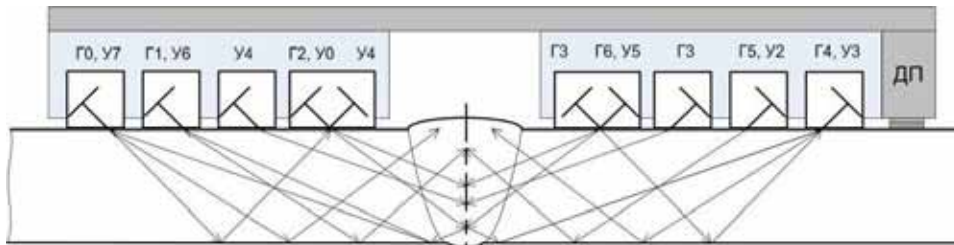

Рисунок 10 - Схемы контроля стыковых соединений толщиной  $H = 10 \dots 15$  мм.
3.2.2.4.1 Обнаружение дефектов и определения их характера (объёмный, объёмно-плоскостной, плоскостной) осуществляется эхо-, эхо-зеркальным и зеркально-теневым методами по совмещённой, отдельной ("Дуэт") и отдельно-совмещённой ("Тандем") схемам контроля. Контроль проводится в шестнадцатитактовом режиме, т.е. поочерёдно один ПЭП излучает ультразвуковые волны, а принимает сигналы от дефектов этот или другой ПЭП, например, при контроле стыковых соединений толщиной 10...15 мм (см. таблицу 5 и рисунок 10).